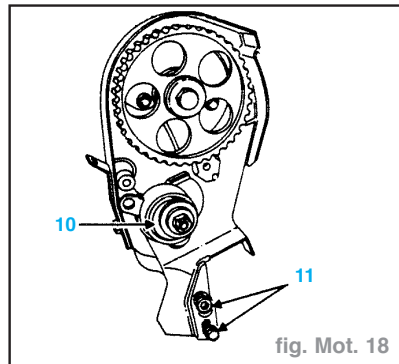

fig. Mot. 18
- Le galet tendeur de distribution (**10**) (fig. Mot. 18),
- les deux vis (**11**) de fixation du carter supérieur intérieur de distribution (fig. Mot. 18),